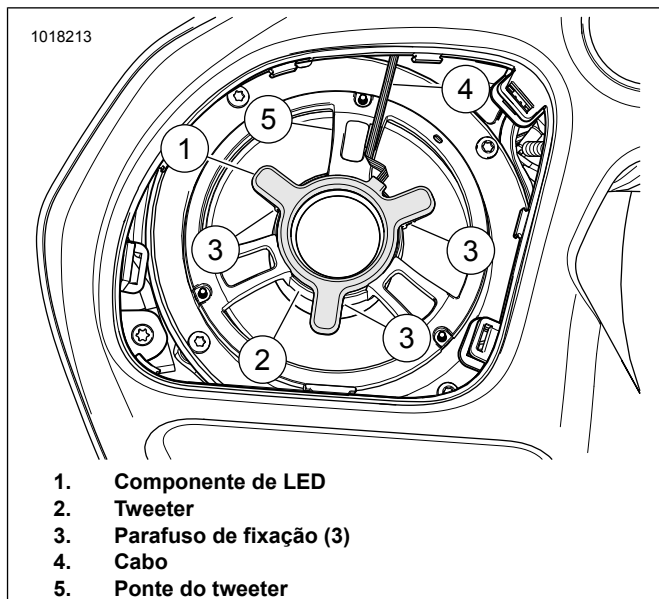

Figura 8. Alto-falante da carenagem esquerda do modelo FLTR
Veja a figura 8. Veja o Manual de serviço. Remova a carenagem externa e as grades do alto-falante. O alto-falante pode permanecer na carenagem para a instalação do componente de LED. Remova os três parafusos que fixam a ponte do tweeter (5) no alto-falante. Tenha cuidado para não danificar ou tensionar os fios do alto-falante do tweeter. Guarde as ferragens para a instalação.
- Oriente o componente de LED de forma que o cabo (4) esteja perto de uma perna na ponte que está perto dos fios do alto-falante.
Veja a figura 8. Coloque o componente de LED (1) no tweeter (2) conforme mostrado. Aperte levemente o componente de LED no local.